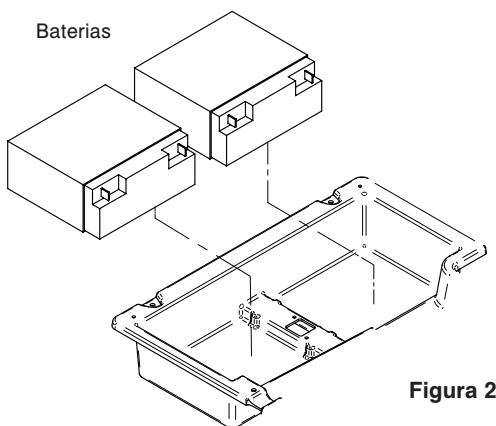

Figura 2
6. Desligue a cama da tomada de parede e desligue a bateria ("OFF") (0). A cama não deve ter qualquer tipo de corrente.
8. Eleve as duas baterias e coloque-as na vertical (referência Figura 2 acima).